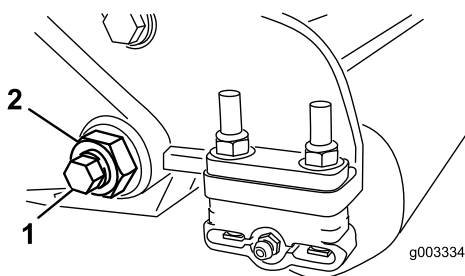

Figure 29
3. De chaque côté de la machine, desserrez le contre-écrou de fixation du boulon de la barre d'appui (Figure 29).
4. Retirez chaque boulon de la barre d'appui afin de pouvoir abaisser la barre et la déposer de l'unité de coupe (Figure 29).